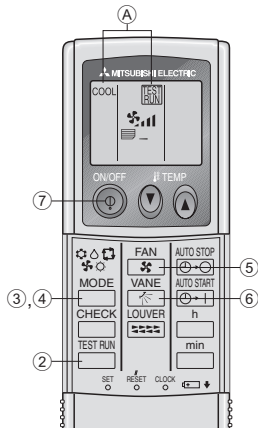

Fig. 7-2
7.2.2. Utilisation de la télécommande sans fil (Fig. 7-2)
- ① Mettre l'appareil sous tension au moins 12 heures avant l'essai de fonctionnement.
- ② Appuyer sur le bouton deux fois sans le relâcher. (Commencer cette opération alors que l'affichage de la télécommande est éteint.)